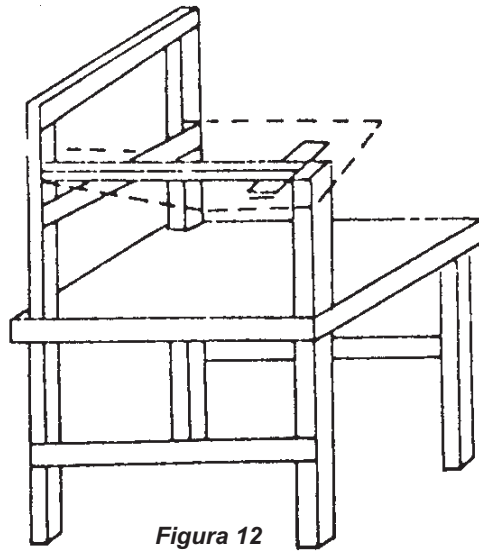

Figura 12
- Coloca sobre la silla las dos piezas que ya utilizaste, fijándolas con pegamento (cola) y tornillos o clavos (figura 12).